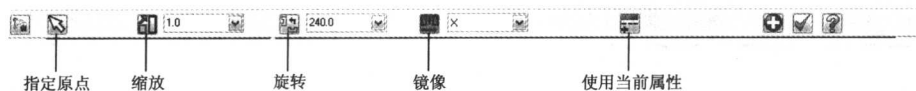

图 1-14 文件合并工具栏
(1) 选择 File | Open... 命令, 打开“文件合并 1.MCX”文件。
(2) 选择 File | File Merge/Pattern 命令, 在打开的文件选择对话框中选择“文件合并 2.MCX”文件, 系统将在 Ribbon 工具栏中显示文件合并工具栏, 如图 1-14 所示。直接单击 按钮确定即可。系统自动将两个图形进行叠加。